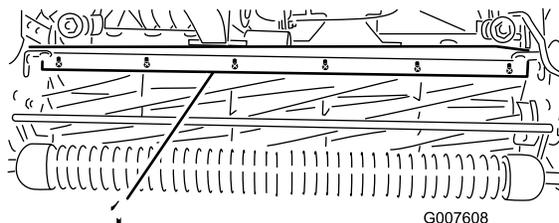

Рисунок 53
1. Ослабьте винты крепления верхней планки (Рисунок 53) к режущему блоку.